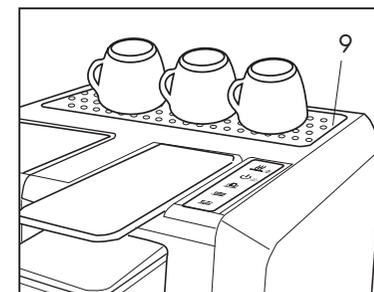

Fig.11
- Para la preparación de café expresso, use tazas gruesas y precalentadas a fin de evitar que el café se enfríe demasiado rápidamente. Las tazas se pueden calentar en el calentador de tazas(9) específicos (Fig. 11)